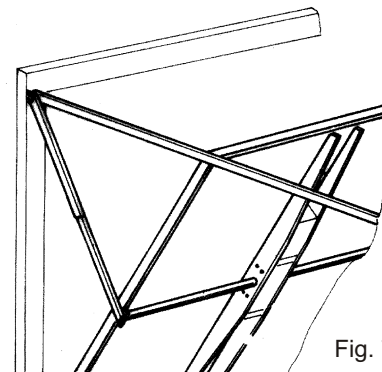

Fig. 7
E) Basculante con guias superiores (Fig. 7)